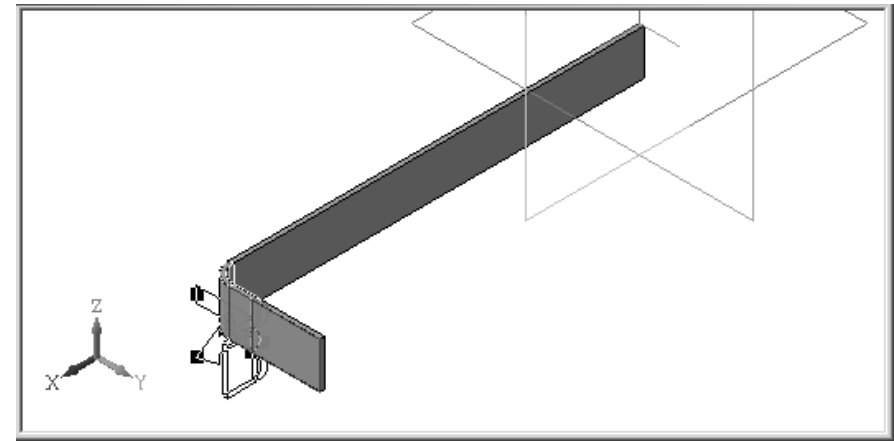

Рис. 7.34. Фантом стрелки сгиба на выделенной грани и линии сгиба в прямом направлении
- щелкните по нему мышью. Появится фантом сгиба. Это состояние системы показано на рис. 7.34;